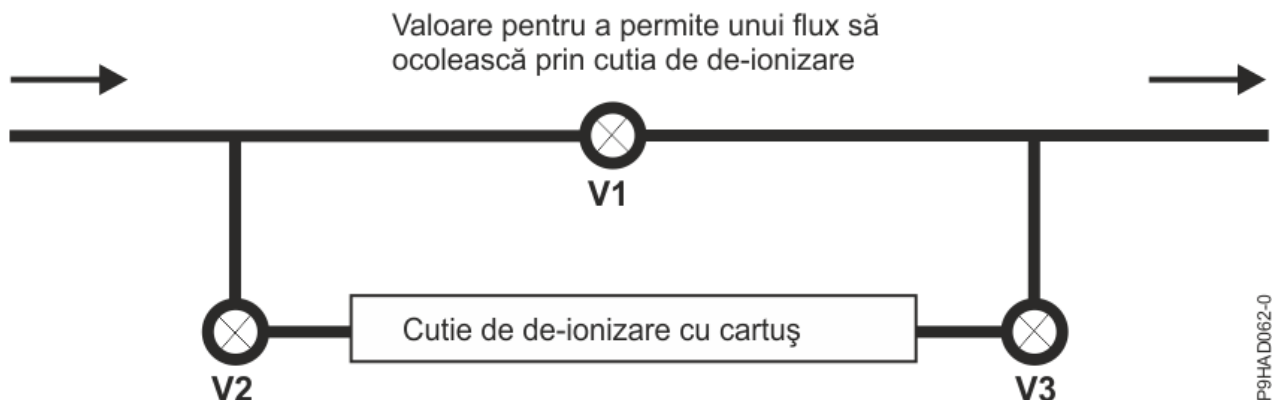

Figura 85. Deionizarea apei folosind cartușe de deionizare instalate în bucla de răcire
- Este important să vă asigurați că apa din sistem este curățată înainte să fie adăugată orice substanță chimică în apă. Acest lucru poate fi realizat prin deionizarea apei folosind cartușe de deionizare care sunt instalate în bucla de răcire. Este prezentat un exemplu în Figura 85 la pagina 158. Chiar dacă apa deionizată este folosită pentru a umple sistemul, un pas de deionizare este prudent din două